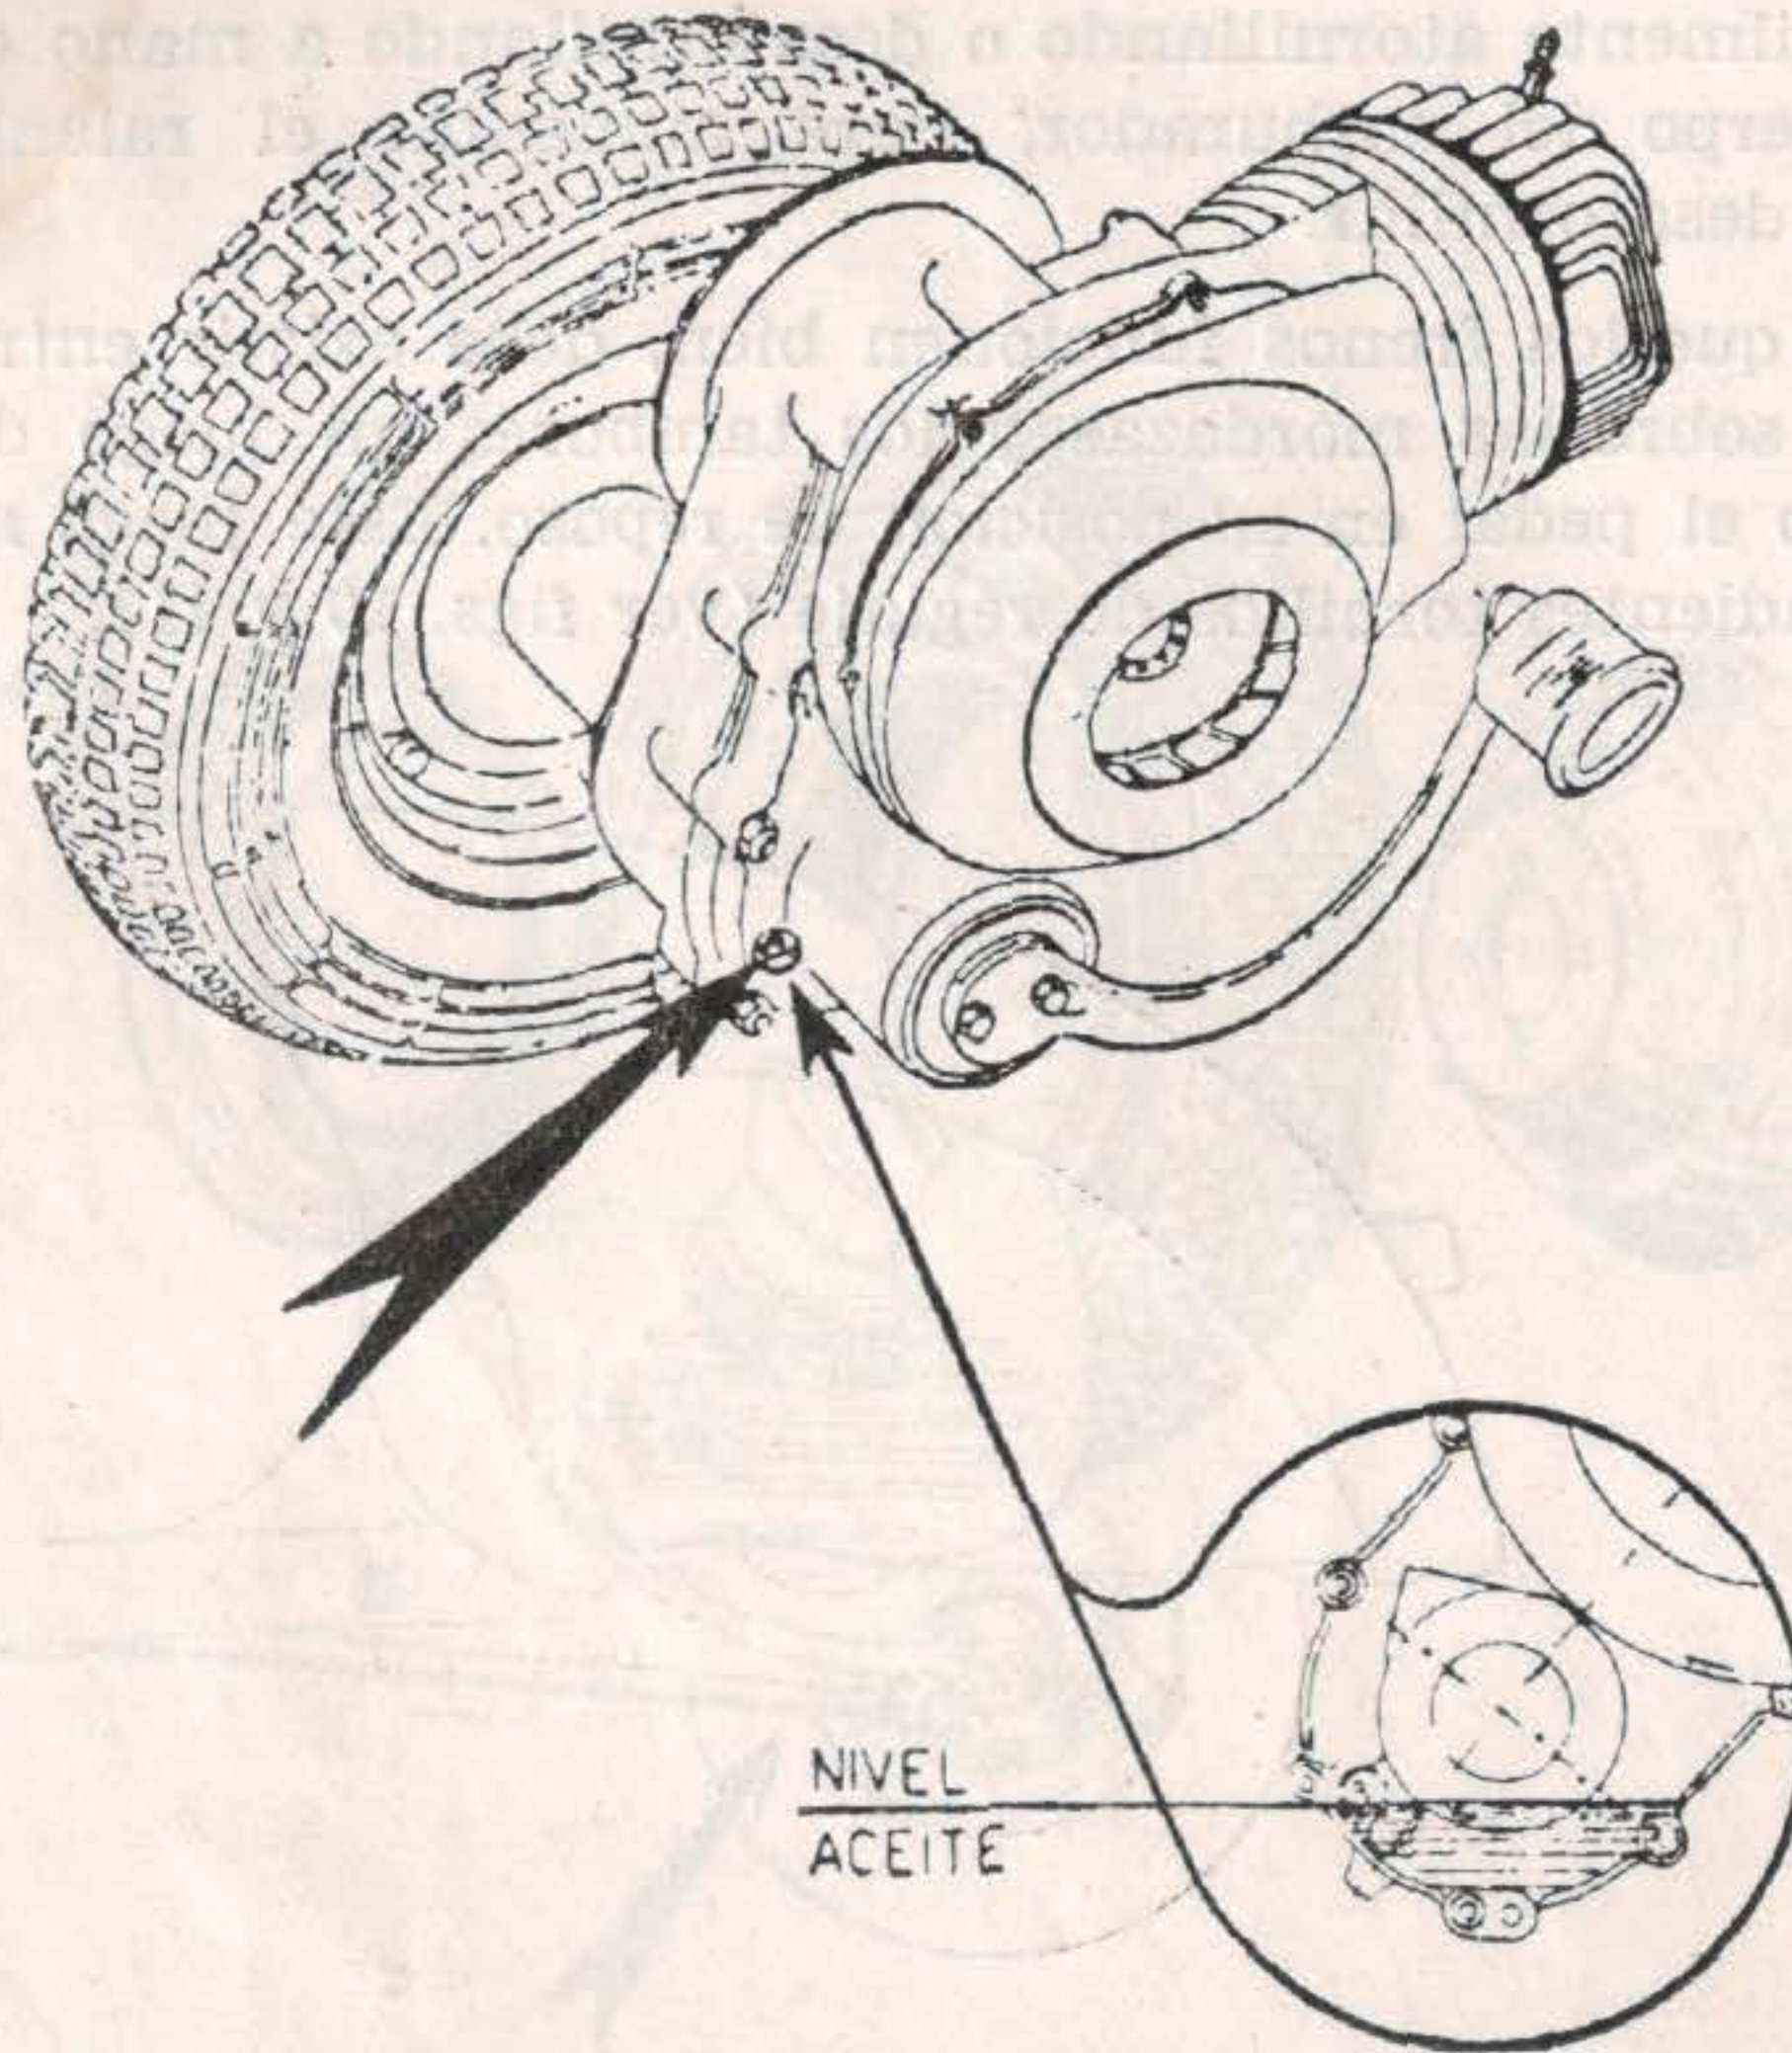

Fig 12
**Cada 1.000 Kms.:** 1.º Verificar el nivel del aceite en la caja de cambio, desatornillando el tapón sobre el cual está escrito la letra «A» (ver fig. 12).